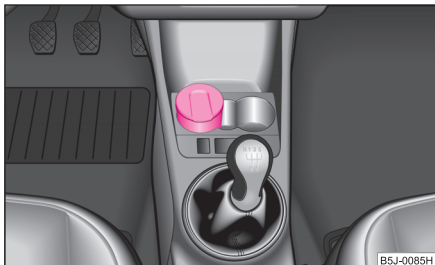

Fig. 75 Consola centrală:
- Scoateți scrumiera ⇒ fig. 75 în sus. Nu țineți scrumiera de capac - pericol de rupere.